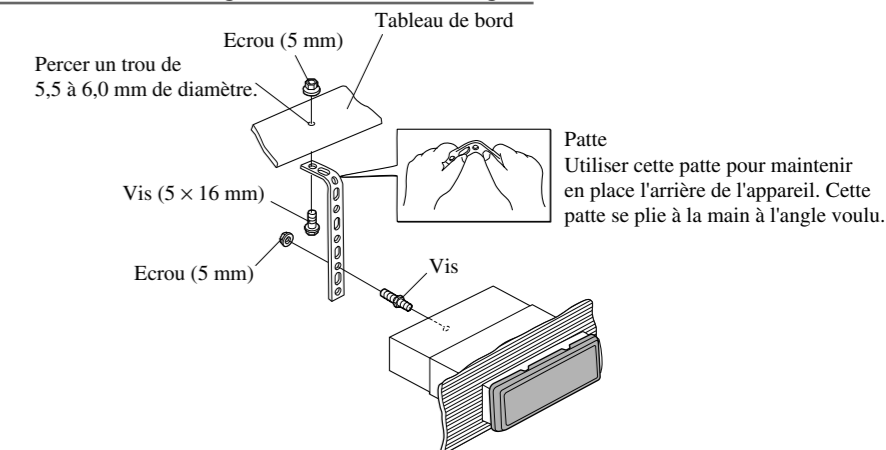

Fig. 9
**Installation sans la bague en caoutchouc (Fig. 9)**